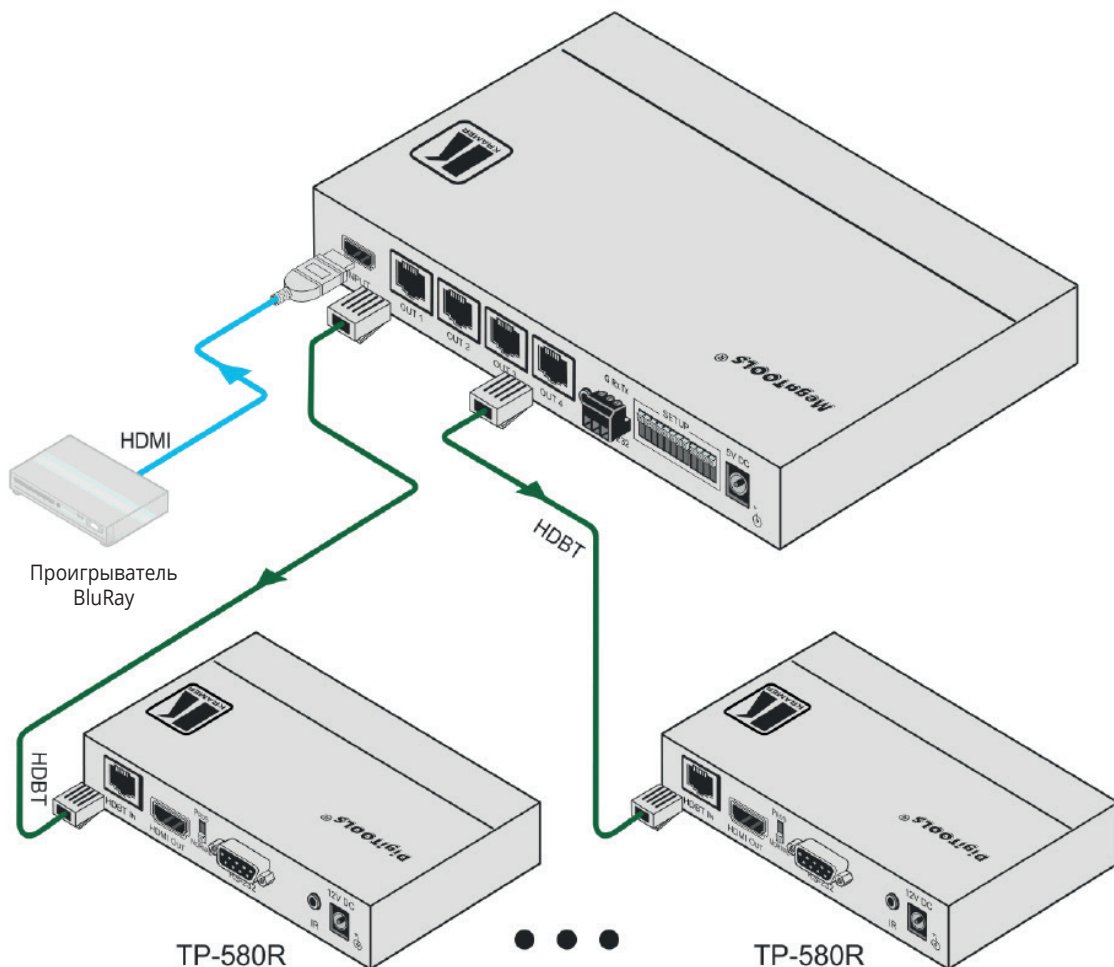

Рис. 2. Подключение передатчика **VM-4HDT**
3. Подключите к прибору штатный блок питания 5 В, а его вилку включите в розетку бытовой электросети (не показана на рис. 2). Загорится индикатор ON